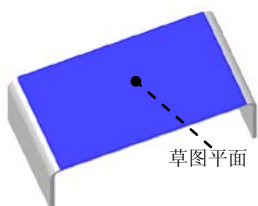

图 6.3.10 选取草图平面
(1) 选取草图平面。在系统的提示下，选取图 6.3.10 所示的模型表面为草图平面，进入草图绘制环境。